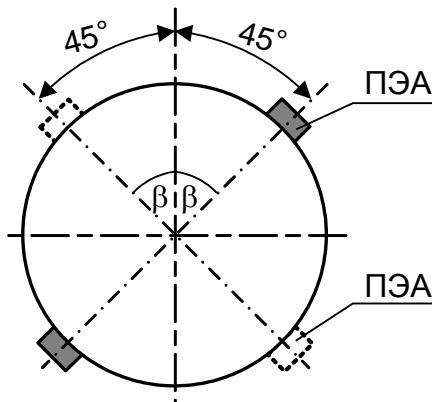

Рис. 12. Рекомендуемые положения ПЭА при установке расходомера.
3.2.3. При установке ПП на трубопровод, рекомендуется располагать его таким образом, чтобы продольная плоскость ПЭА (плоскость, проходящая через оба ПЭА вдоль оси трубопровода) составляла с вертикалью угол $\beta = 35^{\circ}\text{--}90^{\circ}$ (рис.12).